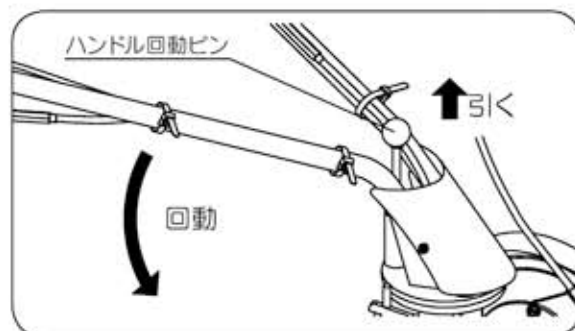

図59
- 作業により、ハンドルの向きを調節します。ハンドルの回動は、ハンドル回動ピンを引きながらおこないます。(図59)